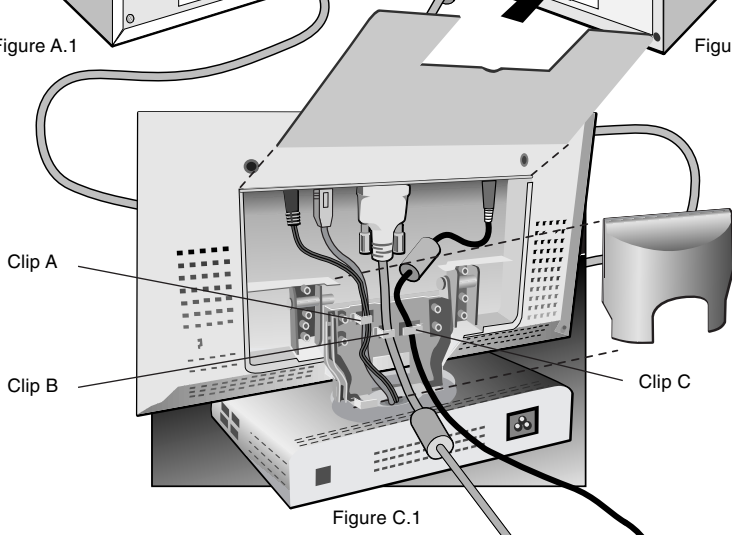

Figure C.1
3. Enlevez le couvercle de connecteur et le couvercle de câble. Raccordez le mini-connecteur D-SUB à 15 broches du câble de signal vidéo au connecteur approprié à l'arrière du moniteur (Figure C.1). Placez le câble de signal vidéo sous le clip B.